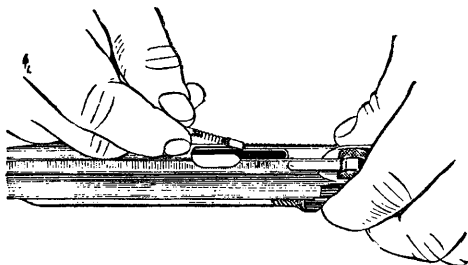

Рис. 23. Присоединение пружины выбрасывателя с фиксатором переводчика-предохранителя
10. **Собрать затвор.** Удерживая затвор левой рукой, большим и указательным пальцами правой руки взять переводчик-предохранитель флажком вверх и вставить его в большое отверстие затвора так, чтобы цапфа вошла в малое отверстие, расположенное на правой стороне затвора. Удерживая флажок в вертикальном положении, правой рукой вставить в канал затвора пружину выбрасывателя фиксатором переводчика-предохранителя вниз (рис. 23) (фиксатор переводчика-предохранителя заострен). Положить затвор на стол окном для выбрасывания гильз к себе. Удерживая затвор левой рукой, правой рукой при помощи отвертки утопить стопор выбрасывателя как можно глубже. Удерживая стопор указательным пальцем левой руки, правой рукой вставить выбрасыватель в паз пяточкой вниз. Затем указательным пальцем правой руки продвигать выбрасыватель влево до получения щелчка. Удерживая затвор левой рукой прицелом вверх, правой рукой вставить в его канал ударник выемкой вниз, продвинув его до отказа влево. Перевести флажок на одиночную стрельбу.